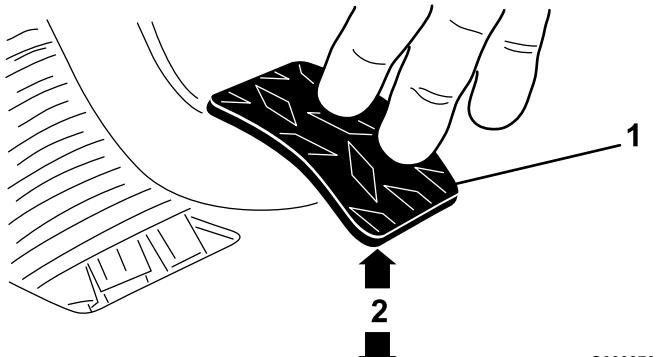

Рисунок 70
3. Регулируйте зажимные гайки или шарнир до тех пор, пока нижняя сторона задней кромки педали сцепления не будет находиться на расстоянии  $9,5 \pm 0,3$  см от верха доски пола с ромбовидным рисунком, когда к педали прикладывается усилие 1,8 кг (Рисунок 70).